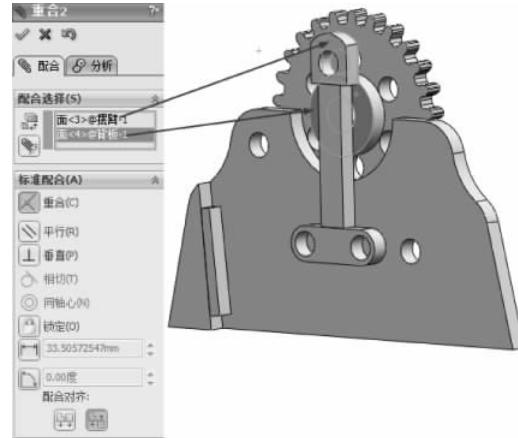

图 3-141 重合配合
(4) 继续进行配合约束，选择【标准配合】选项组下的【重合】配合类型 ，在【要配合的实体】选择框 中选择如图 3-141 所示的面，其他保持默认，单击【确定】按钮 ，完成重合配合。